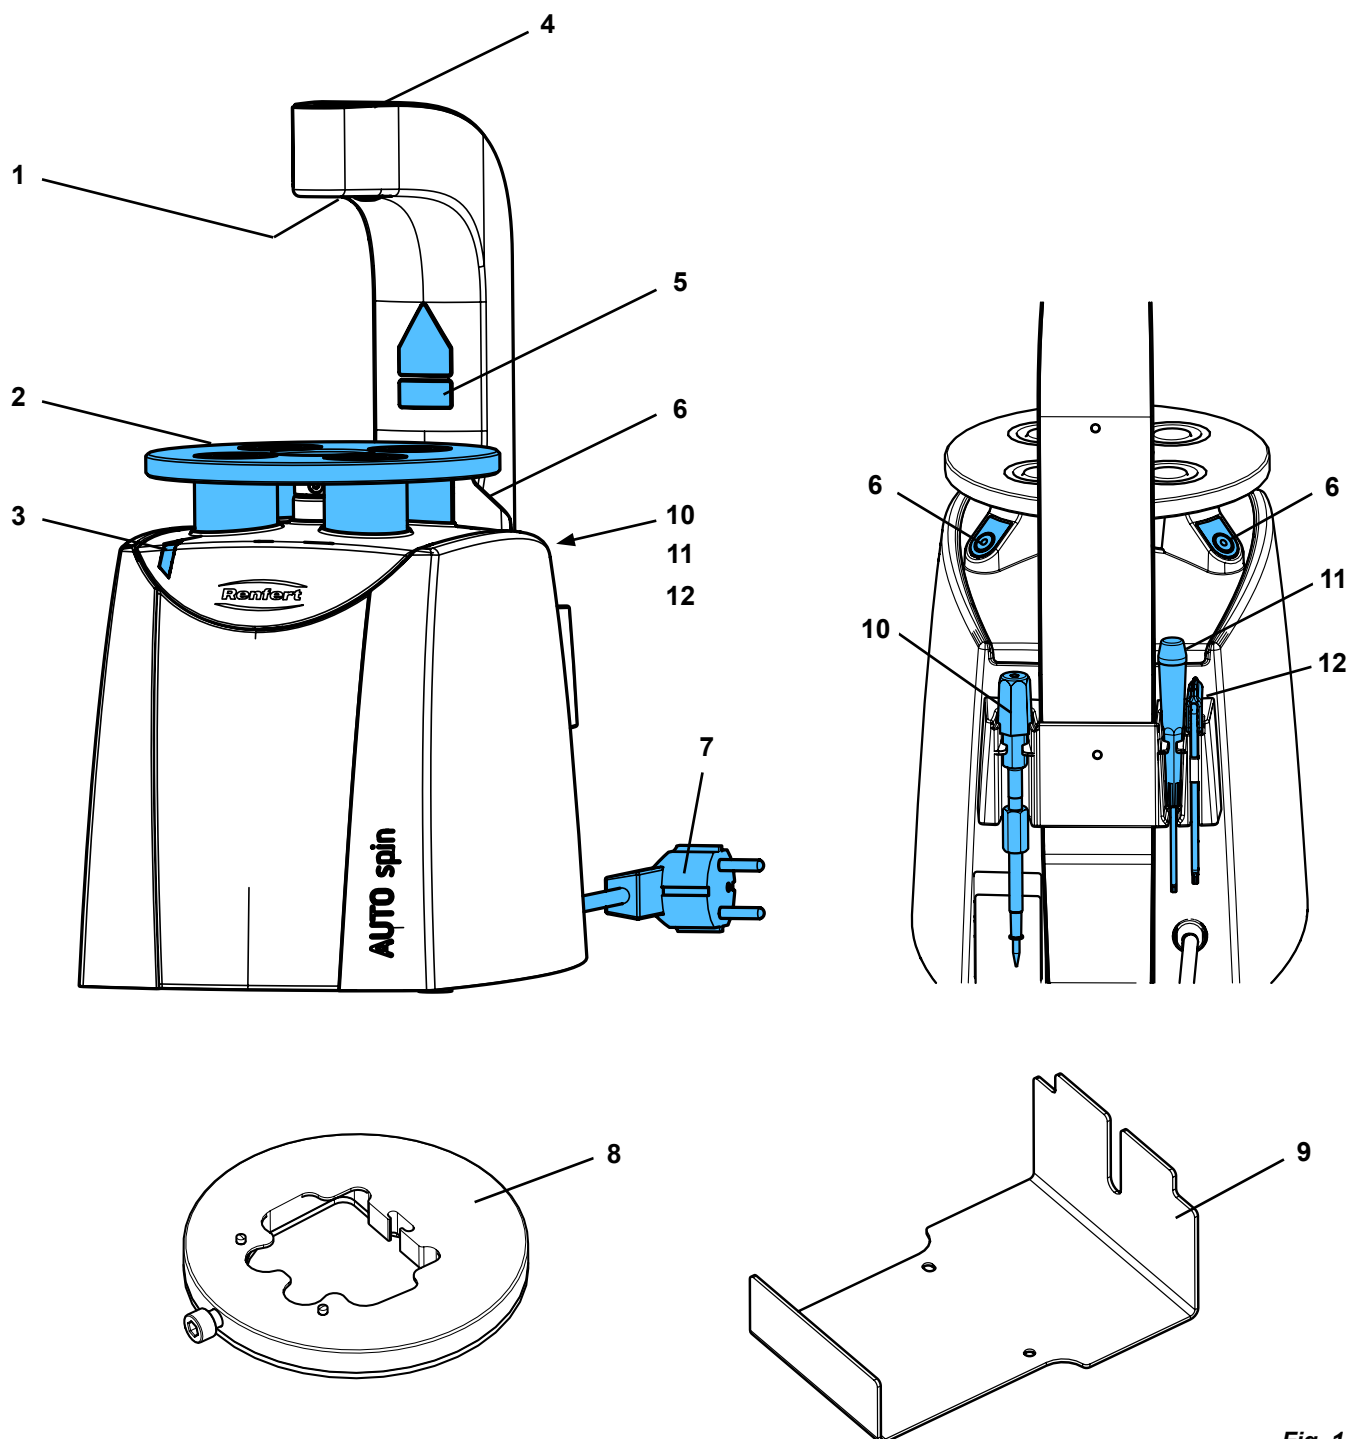

Fig. 1
- ⇒ Détacher l'autocollant d'avertissement laser dans la langue locale du support d'autocollants et le coller sur l'avertissement existant (5, Fig. 1).
- ◆ l'indicateur d'état de fonctionnement (3, Fig. 1) clignote.
- ⇒ Appuyer sur les deux touches de commande (6, Fig. 1) et les maintenir enfoncées.
- ◆ L'indicateur d'état de fonctionnement (3, Fig. 1) s'allume.
- ◆ Le laser de visée (1, Fig. 1) s'allume.
⇒ Pour déclencher le processus de forage, appuyer simultanément sur les deux touches de commande (6, Fig. 1).